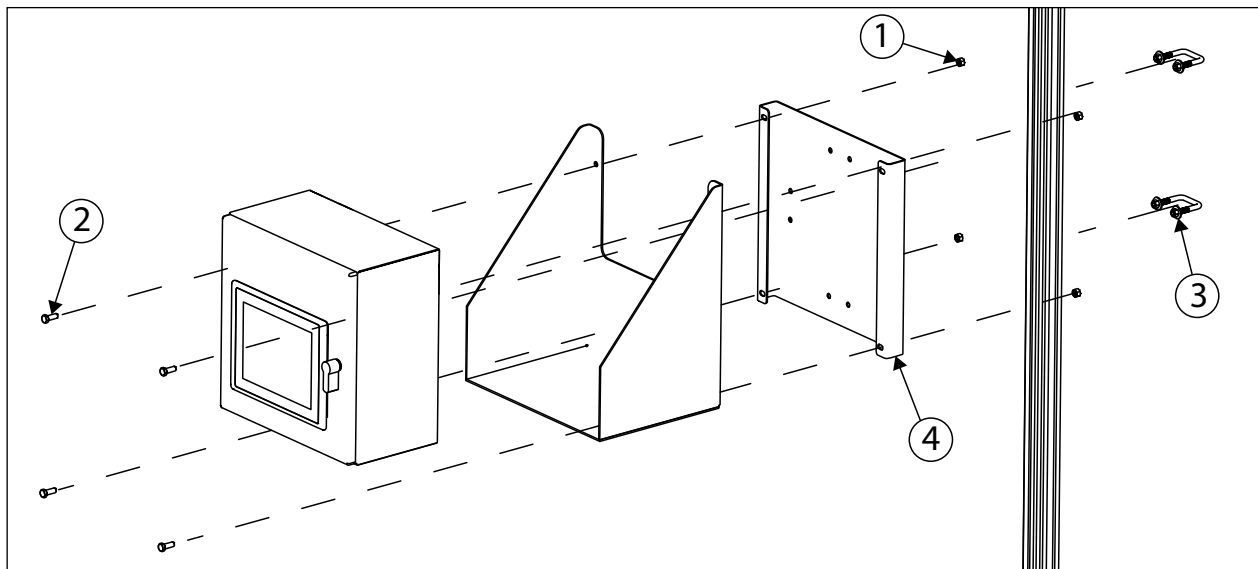

Abbildung 5-9. Optionale Anzeigeterminalhalterung
**HINWEIS:** Wenn die optionale Ablage für das Anzeigeterminal (Bestellnr. 212260) installiert wird, muss sie zwischen dem Anzeigeterminal und der Montageplatte befestigt werden (siehe Abbildung 5-9).